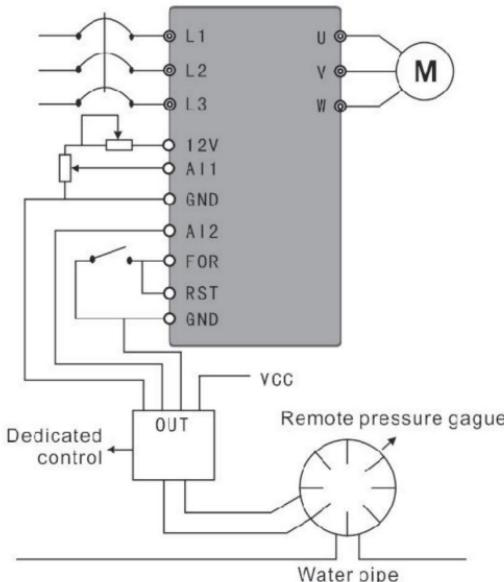

Figura F-6 Fornitura idrica a pressione costante – Pressione remota
(2) Utilizzare un manometro remoto da 0-10 kg; se necessario, utilizzare un terminale esterno per controllare il funzionamento e arrestare e impostare il valore target tramite potenziometro. Come mostrato nella Figura F-6.